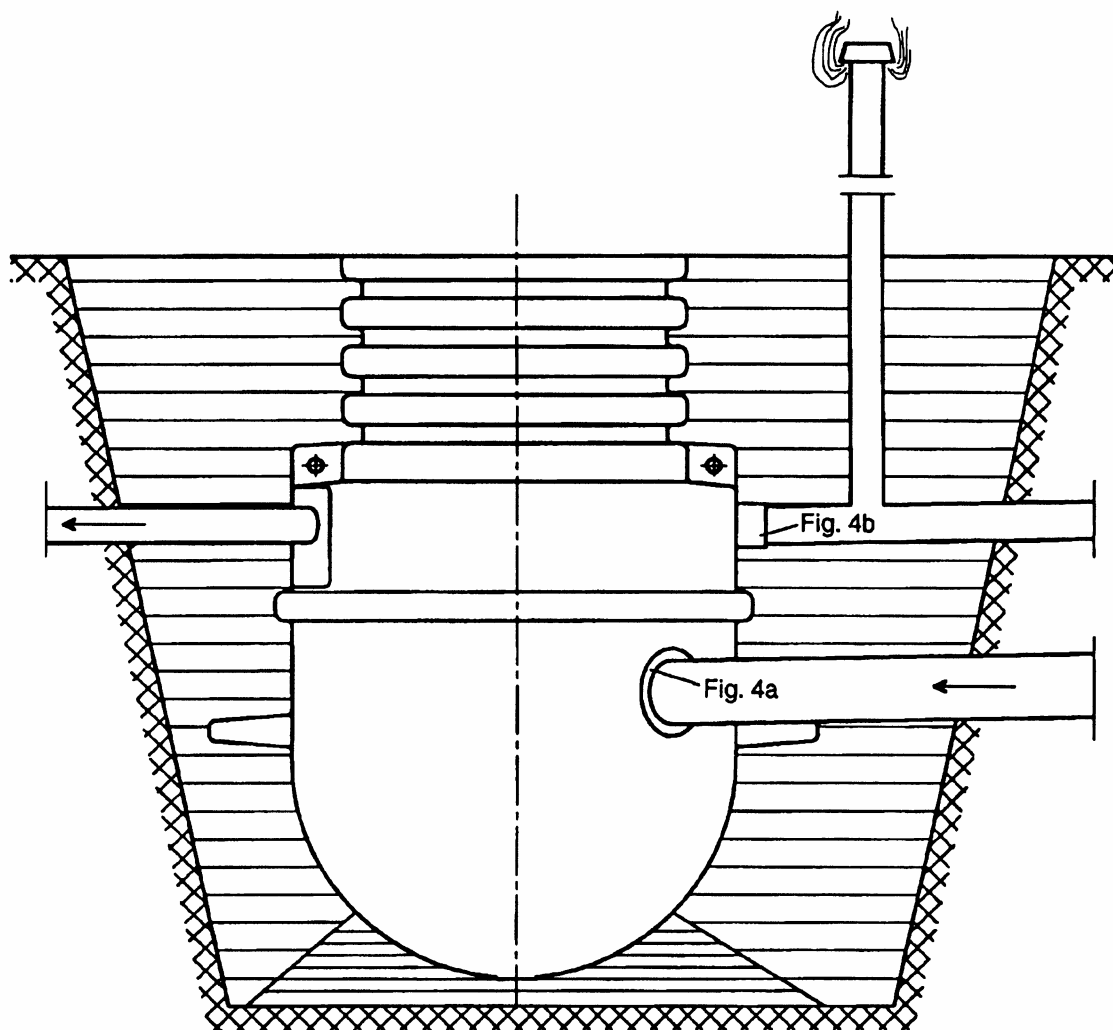

Рис. 3
- Установить шахту в котловане на гравий (зерно 0-32 мм) в горизонтальном положении и немного уплотнить (рис. 3).